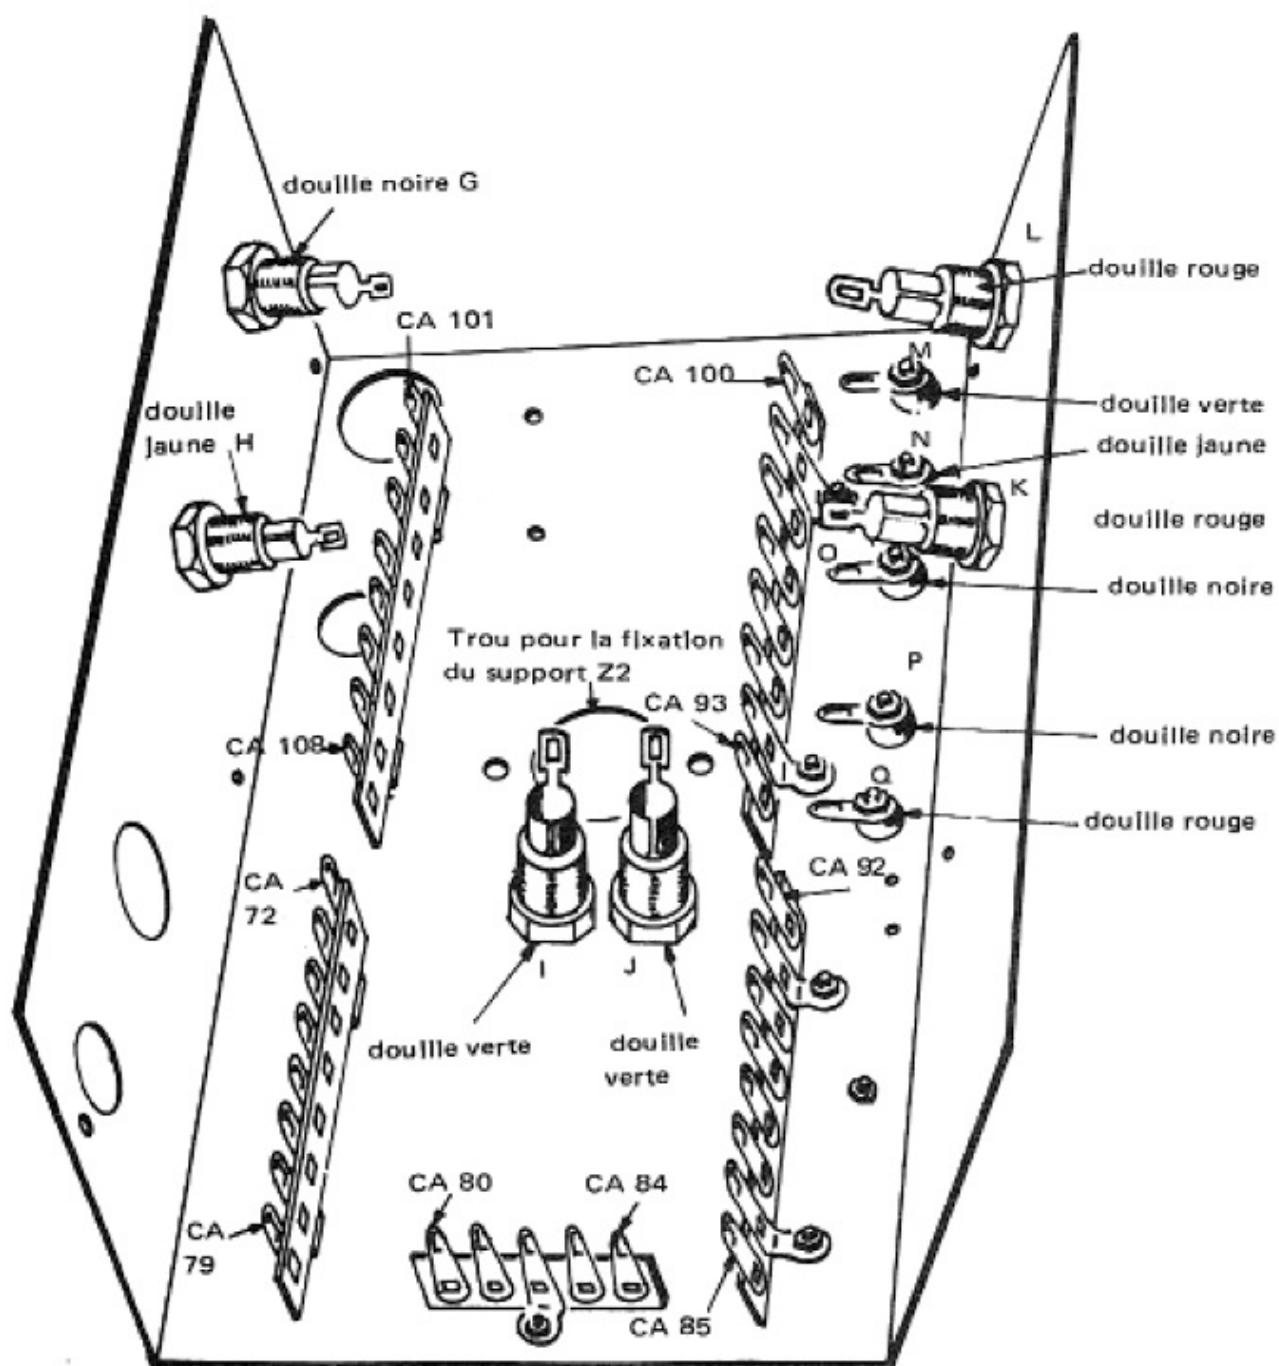
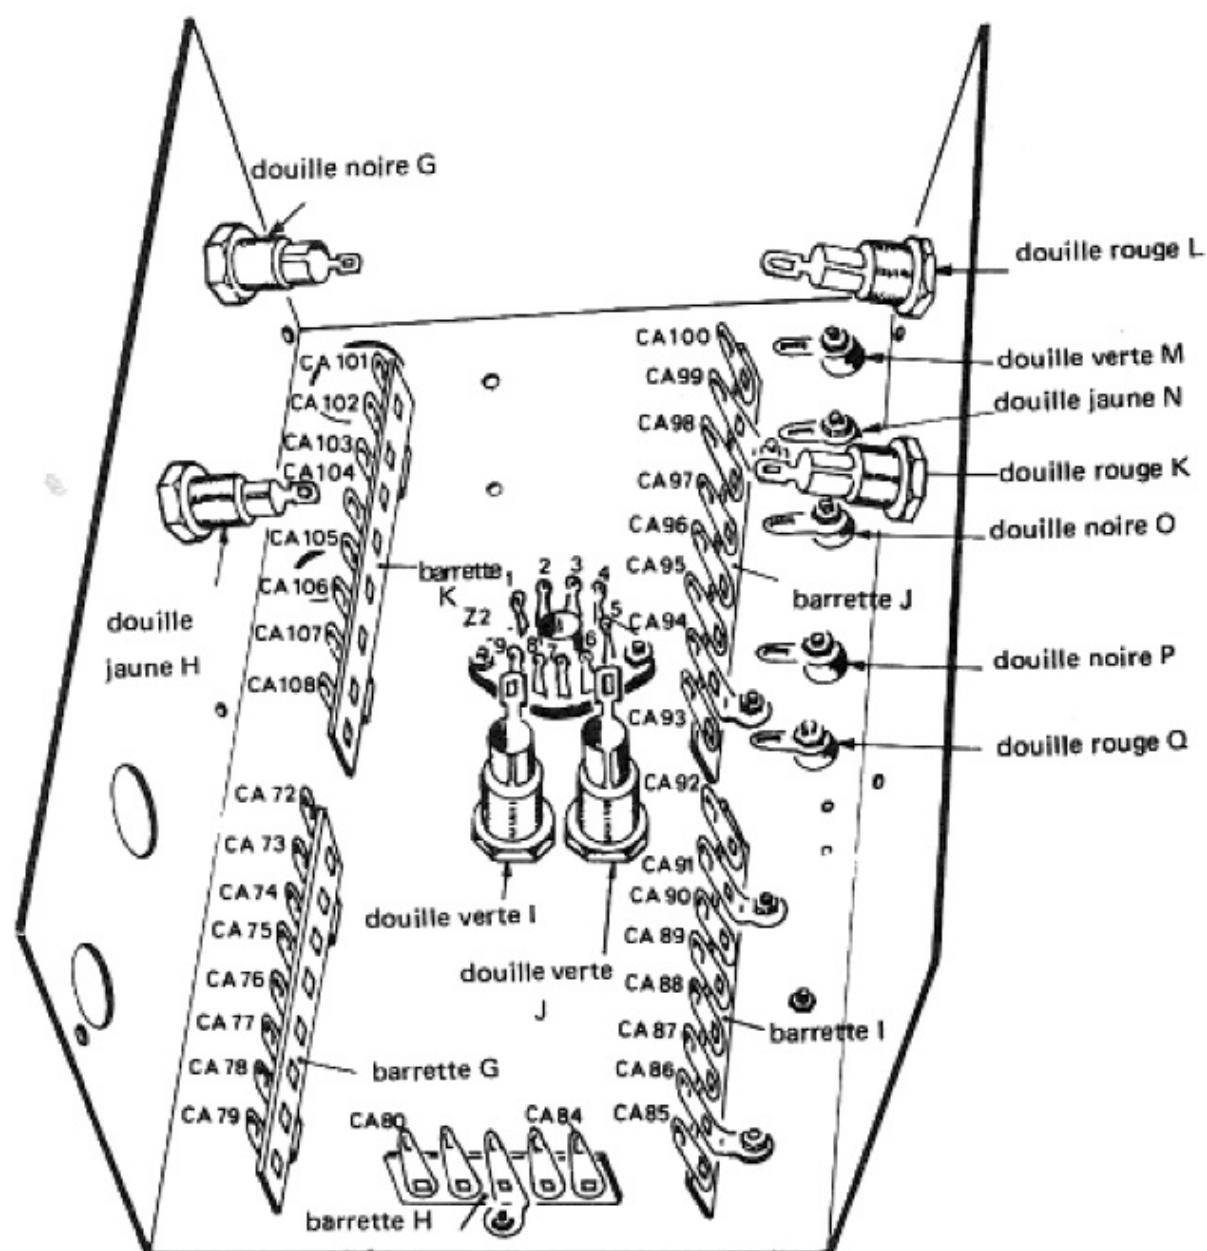

Figure 10
Figure 11
La figure 10 montre le sens d'orientation des cosses.
PLACEZ à l'intérieur du châssis, sur l'ouverture montrée à la figure 10 un support noval (que nous appellerons Z2) et **FIXEZ-le** à l'aide de deux vis de 3 X 6 mm et de deux écrous de 3 mm, après avoir orienté les cosses 1 et 9 vers la barrette K, comme indiqué sur la figure 11.
Si vous avez reçu un support noval du type B (voir figure 13-b de la leçon pratique 15) vous devez introduire ces cosses, dans l'ouverture montrée sur la figure 10 par le côté extérieur du châssis et le fixer sur le châssis à l'aide de deux vis de 3 X 6 mm et de deux écrous de 3 mm, après avoir orienté les cosses 1 et 9 vers la barrette K.
b) **RELIEZ**, à l'aide d'un morceau de fil isolé souple, P5Z2 (cosse 5 du support Z2) à la cosse de la douille verte I (repérée sur la figure 11). **SOUDEZ** sur les deux points.
d) RELIEZ, à l'aide d'un morceau de fil étamé nu, la cosse de la douille noire P (repérée sur la figure 11) à l'oeillet de la cosse CA 94 (masse) de la barrette J. Sur ce dernier point vous trouverez l'extrémité du fil isolé rigide, câblé précédemment. SOUDEZ sur les deux points.
e) RELIEZ, à l'aide d'un morceau de fil isolé souple, la cosse de la douille verte J (repérée sur la figure 11) à la languette de la cosse CA 94 (masse) de la barrette J. SOUDEZ sur les deux points.
g) RELIEZ, à l'aide d'un morceau de fil isolé rigide, la cosse de la douille rouge Q (repérée sur la figure 11) à l'oeillet de la cosse CA 88 de la barrette I. SOUDEZ seulement sur ce dernier point.
h) RELIEZ, à l'aide d'un morceau de fil isolé rigide, la cosse de la douille rouge K (repérée sur la figure 11) à celle de la douille rouge Q. Sur ce dernier point vous trouverez l'extrémité du fil isolé rigide câblé au paravant. SOUDEZ sur les deux points.